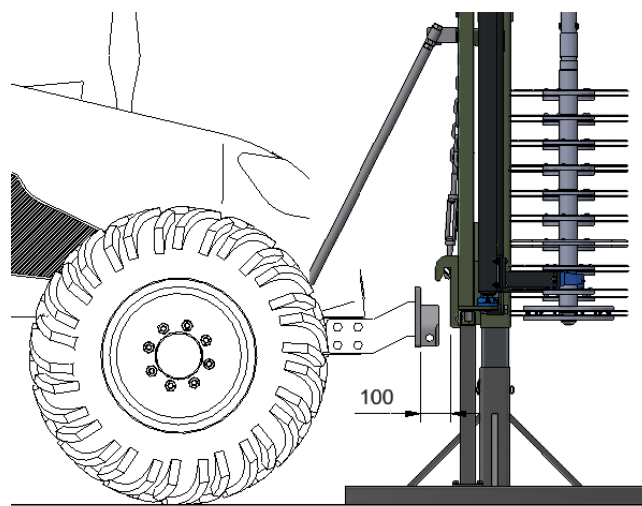

Figura 5.4 – Pré posicionamento para engate
- b) Avançar com o trator até que a placa de engate rápido fique posicionada a cerca de 100mm da do engate rápido da Pré-Podadora (*Figura 5.4*).
1. Depois da alfaia alimentada, acione o cilindro de elevação e faça subir a estrutura da Pré Podadora para uma posição onde os ganchos do engate rápido da máquina fiquem visivelmente acima da placa de engate rápido do trator agrícola (ver figura 5.4).